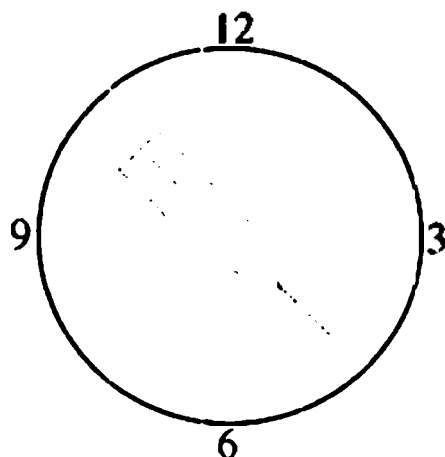

Рисунок 3
- Отрегулировать указательный фланец иглы так, чтобы игла была перпендикулярна овальной ямке (обычно в направлении между 3:00 и 5:00 часами на воображаемом часовом циферблате, если смотреть от ног пациента). См. Рисунок 3.